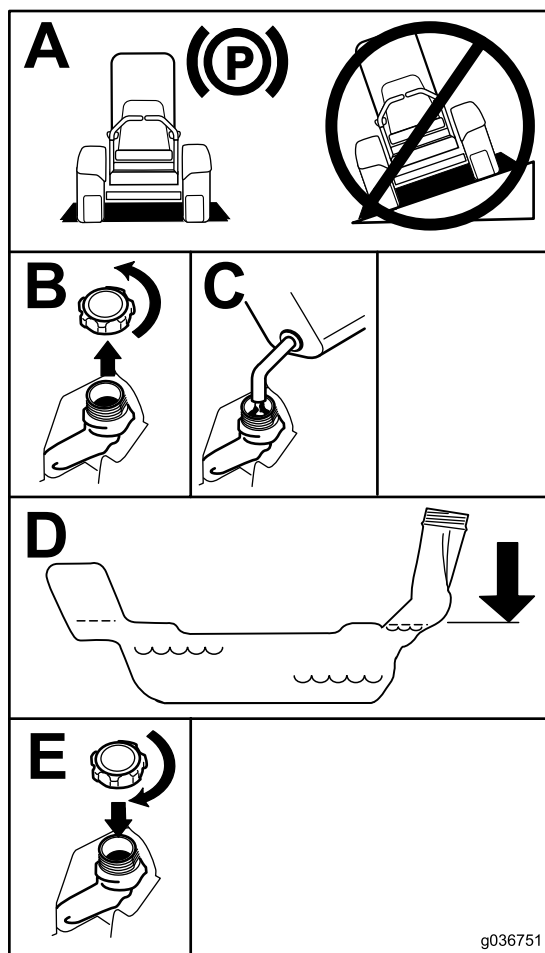

Figure 7
5. Llene el depósito de combustible hasta la parte inferior del cuello de llenado (Figure 7).